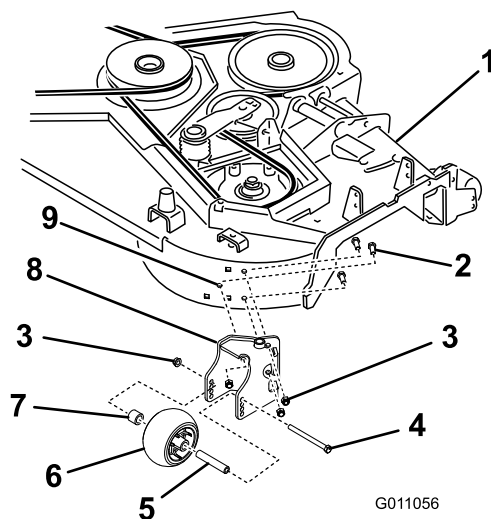

Figure 6
5. Montez le nouveau pivot de ventilateur avec 3 boulons (3/8 x 1 po) et 3 contre-écrous (3/8 po) dans les trous percés (Figure 6).
6. Montez le galet anti-scalp sur le pivot de ventilateur avec le boulon (3/8 x 4-1/2 po) retiré précédemment, une rondelle, une bague et un écrou à embase (3/8 po) (Figure 6).